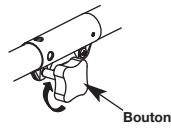

Fig. 3
1. Dévissez le bouton vers la gauche (Fig. 3).
2. Dévissez le bouton vers la gauche (Fig. 3).
4. Serrez le bouton en le tournant à droite (Fig. 3).